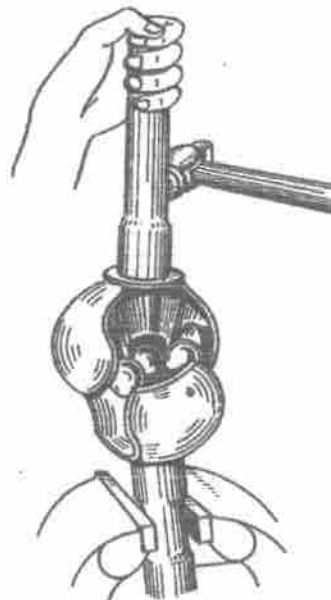

Bild 173. Zusammenbau des Kugelgelenks
4. Die Klauen um 10...12 mm auseinanderführen, kurze Klaue wieweit möglich von den freien Nuten wegschieben und vierte Kugel in die Nuten einsetzen (Bild 173).